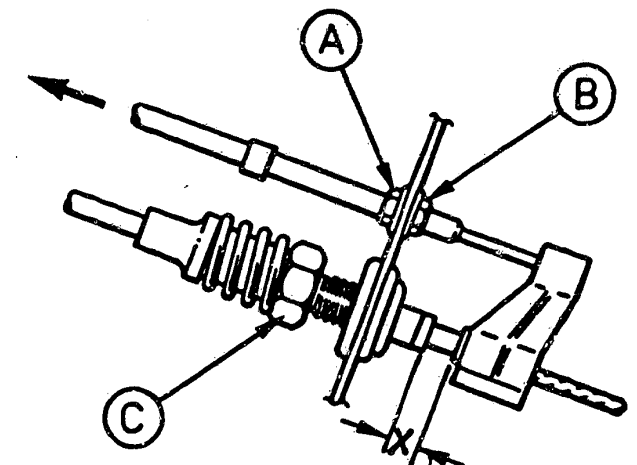

Bild 37 Das Mass X (Kickdown-Weg) ist in Vollgasstellung mit der Schraube C auf 7,0...8,0mm zu stellen.
d) Beim **Einstellen des Kickdown-Zuges** (Bild 37) wird das Gaspedal in Stellung «Vollgas» festgehalten.